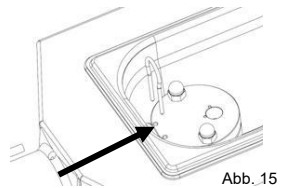

Abb. 15
- Führen Sie das Schlagsystem durch das Gehäuse und mit leichten Drehbewegungen in den Ventilkopf ein und stecken Sie die Gabel in den Ventilkopf. Drehen und schieben Sie das Schlagrohr dabei so lange hin und her, bis sich die Gabel bis zum Anschlag einstecken lässt (Abb. 15).